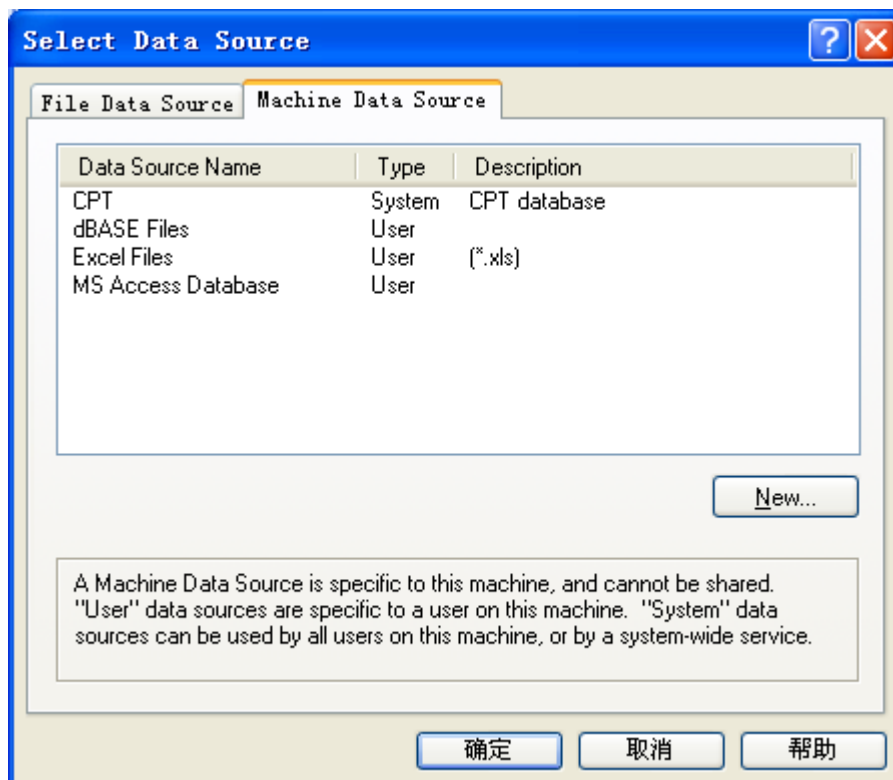
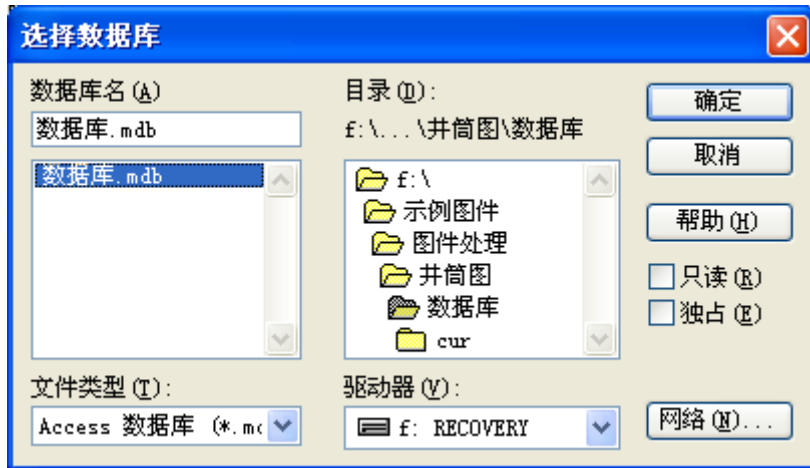

图 13
图 14
(2) 单击 **选择井位**，弹出选择数据库类型对话框。（如图 13）并选择好建立的数据库后单击 **确定**。（如图 14）此时已将数据库导入完毕。